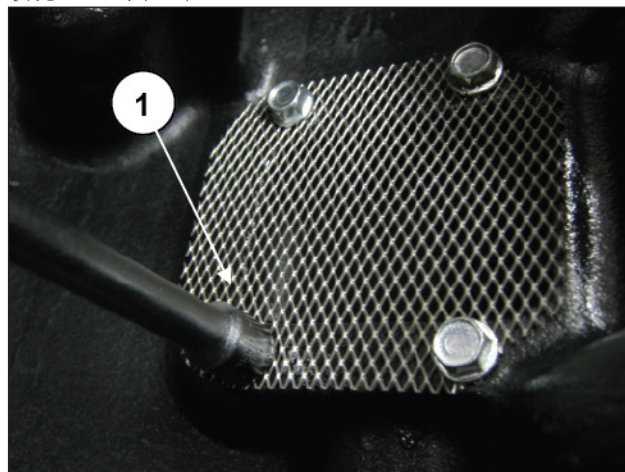

图 50
拆除滤网的四颗固定螺栓来进入抽吸腔并检查里面的清洁状况（①，图 50）。